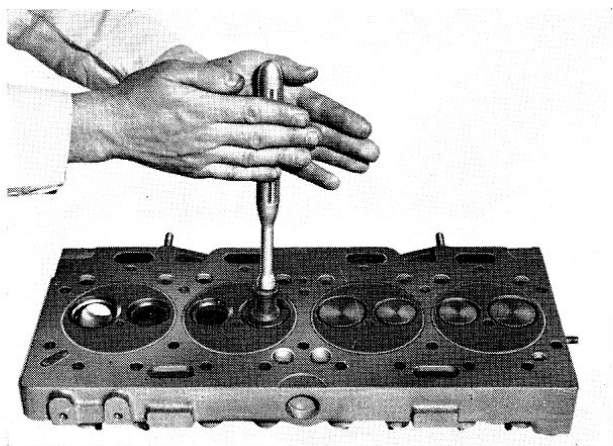

Fig. 4
- 2° A l'aide d'un rodoir, alterner les rotations dans l'un et l'autre sens, en soulevant la soupape de temps à autre (fig. 4).